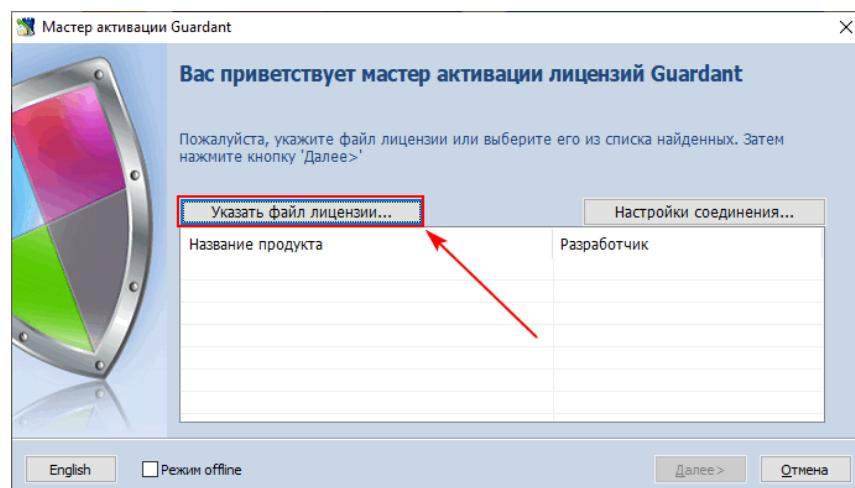

Рисунок 30 - Кнопка «Указать файл лицензирования...»
4. Нажмите Указать файл лицензии... (Рисунок 30).